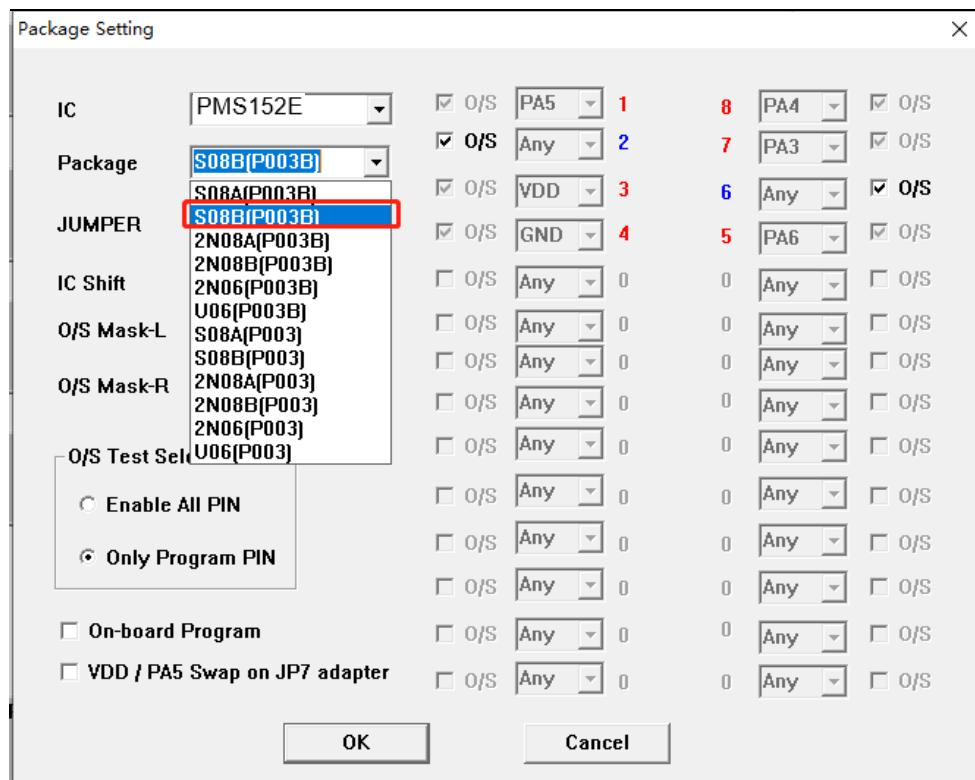

图 28: PMS152E-S08B 在 P003B 转档配置
1. 使用 5S-P-003B 烧录 PMS152E 时, 只有 S08A 封装是烧录器背面 jumper 插 JP2 位置, 正面烧录插座往下空移 4 格, 即可烧录。而其他封装都需要转档, 使用 Jumper7 跳线。接下来以 PMS152E-S08B 的烧录为例, 其他封装需对应修改“package setting”界面和 Jumper7 跳线方法即可。封装设置如图 28 所示: